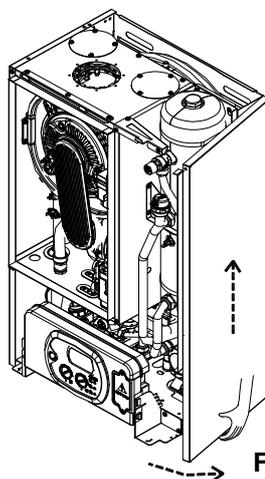

Fig. 15
- Retirer les vis de fixation placées sur les bords inférieurs et supérieurs du panneau latéral (Fig.15)